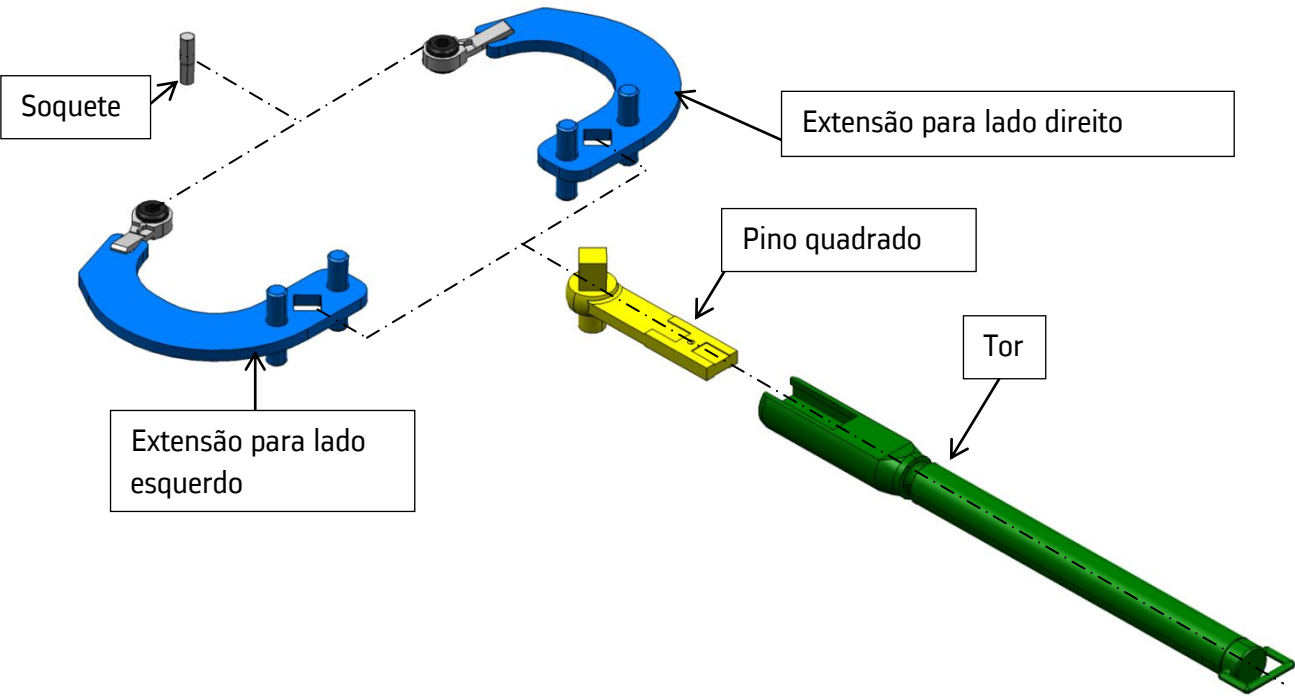

FIG 2A
- uma chave FACOM tipo J 446-50 capacidade 10-50 Nm, ver fig.2A,
- um pino quadrado condutor FACOM tipo S 203 E, ver fig.2A,
- um soquete 1/4 FACOM tipo EH.106, ver fig.2A,
- uma extensão para lado direito, ver fig.2A,
- uma extensão para lado esquerdo, ver fig.2A,